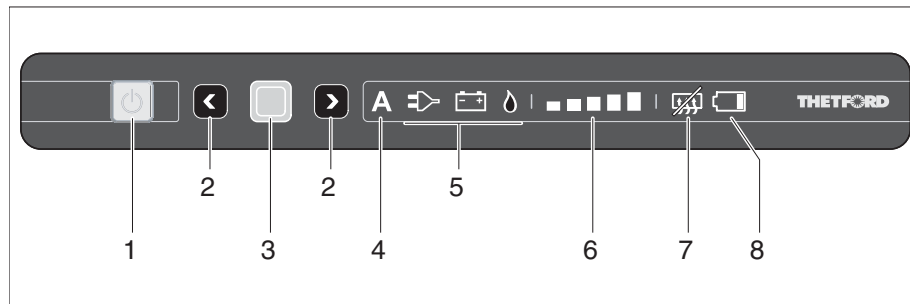

Bild 272 Reglage/knappar och indikeringsselement för kylskåpet (Thetford utan SES)
- Tryck på knappen (Bild 272,1).
- Tryck på knappen (Bild 272,1) och håll den inne. Alla lampor slocknar.
Om den automatiska driften väljs lyser indikeringen för automatisk drift (Bild 272,4) och den bästa tillgängliga källan (Bild 272,5) på manöverpanelen.
- Tryck på bekräftelseknappen (Bild 272,3) och håll den intryckt. Symbolerna för driftlägen (Bild 272,5) börjar blinka.
- Välj gasdrift med urvalsknapparna (Bild 272,2) och bekräfta valet med bekräftelseknappen (Bild 272,3).
- Välj 230 V-drift med urvalsknapparna (Bild 272,2) och bekräfta valet med bekräftelseknappen (Bild 272,3).
- Välj 12 V-drift med urvalsknapparna (Bild 272,2) och bekräfta valet med bekräftelseknappen (Bild 272,3).
- Tryck på bekräftelseknappen (Bild 272,3) igen. Kylnivåindikeringen (Bild 272,6) börjar blinka.
- Välj önskad kylnivå med urvalsknapparna (Bild 272,2) och bekräfta valet med bekräftelseknappen (Bild 272,3).